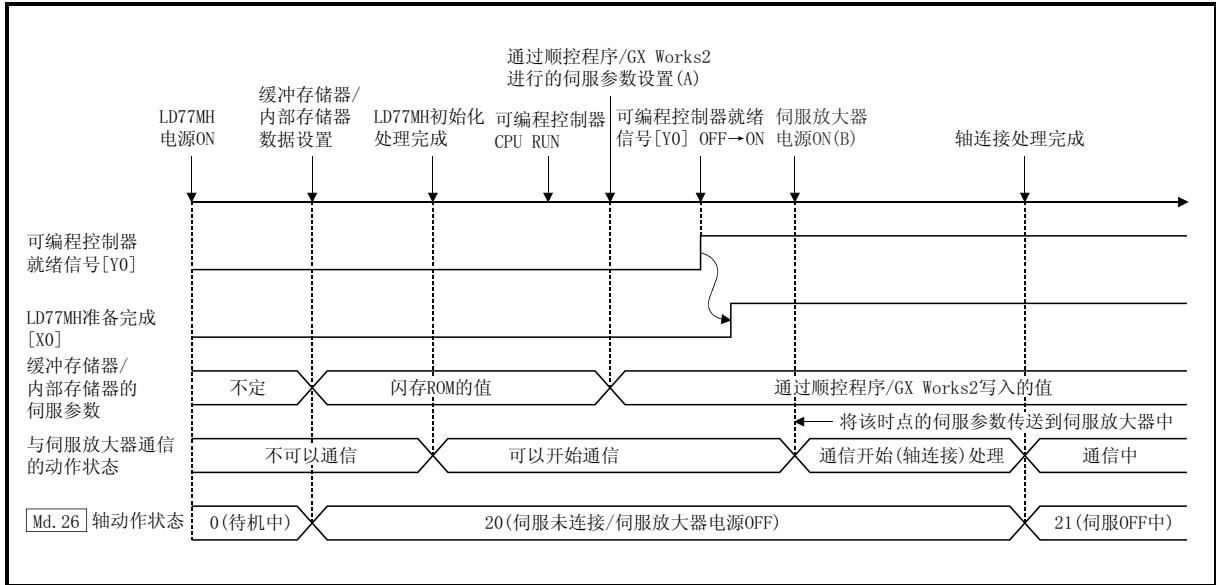

图 7.3 在将可编程控制器就绪信号[Y0]置为 OFF ON以后启动伺服放大器时
(2) 将可编程控制器就绪信号[Y0]置为 OFF ON(图 7.3(A))之后将伺服放大器电源置为 ON 的情况下
与伺服放大器通信的开始时机：启动伺服放大器时(图 7.3(B))
传送的伺服参数：在可编程控制器就绪信号[Y0]ON 之前，通过顺控程序/ GX Works2 写入的数据(图 7.3(A))